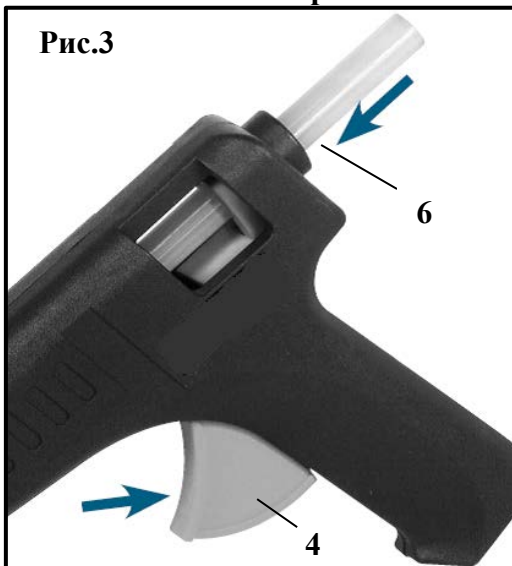

Рис.3
- Введите соответствующий термоклей (6) сзади в термоклеевой пистолет.
- Нажмите на кнопку подачи клея (4) с умеренной силой (рис.3).